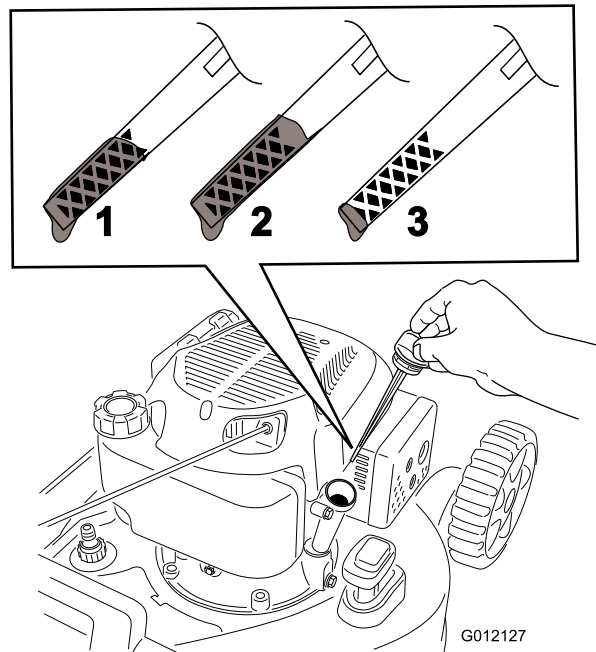

Figure 9
2. Retirez la jauge (Figure 9).
5. Sortez de nouveau la jauge et vérifiez le niveau d'huile (Figure 9).